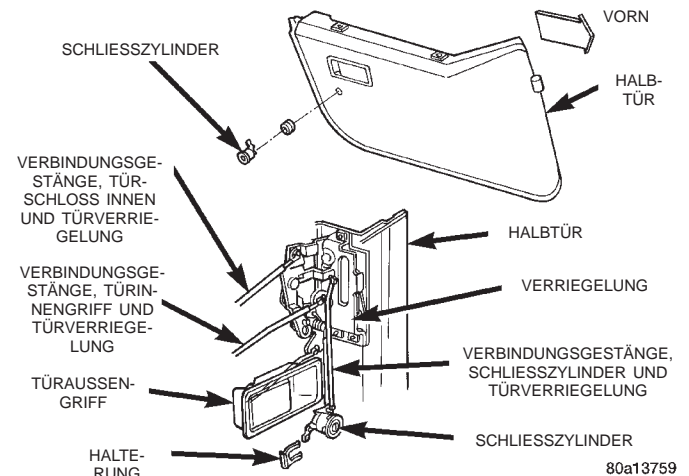
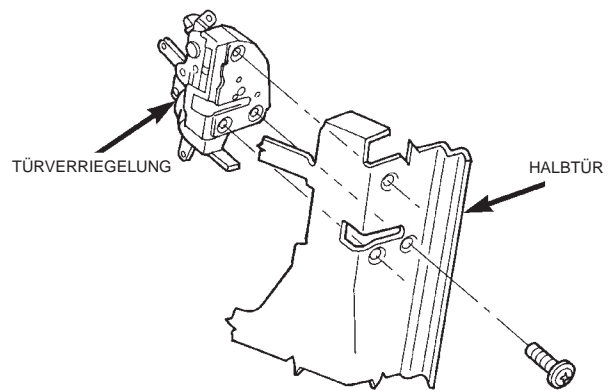

Abb. 36 Halbtür — Verbindungsgestänge der Türverriegelung
Abb. 37 Türverriegelung
(3) Verbindungsgestänge zwischen Schließzylinder und Türverriegelung aushängen (Abb. 36).
(4) Halteclip des Schließzylinders ausrasten.
(5) Schließzylinder aus der Tür ausbauen.
(1) Türverkleidung abbauen.
(2) Verbindungsgestänge zwischen Schließzylinder und Türverriegelung aushängen (Abb. 36).
(3) Verbindungsgestänge zwischen Verriegelungsknopf und Türverriegelung aushängen.
(4) Verbindungsgestänge zwischen Türaußengriff und Türverriegelung aushängen.
(5) Mit einem Hartkunststoffstab oder einem ähnlichen Werkzeug die Türdichtung an der Türverriegelung abhebeln, um die Befestigungsschraube freizulegen, mit der die Türverriegelung an der Tür befestigt ist.
(6) Befestigungsschrauben lösen, mit denen die Türverriegelung an der Tür befestigt ist (Abb. 37).
(7) Verriegelung in der Tür absenken und Verbindungsgestänge zwischen Türinnengriff und Türverriegelung aushängen.
(8) Verriegelung von der Tür abbauen.
(1) Türverriegelung an der Tür ansetzen.
(2) Verbindungsgestänge zwischen Türinnengriff und Türverriegelung einhängen.
(3) Befestigungsschrauben ansetzen und festziehen, mit denen die Türverriegelung an der Tür befestigt ist.
(4) Türdichtung an der Tür anbringen. Nach Bedarf Klebstoff auftragen.
(5) Verbindungsgestänge zwischen Türaußengriff und Türverriegelung einhängen.
(6) Verbindungsgestänge zwischen Verriegelungsknopf und Türverriegelung einhängen.
(7) Verbindungsgestänge zwischen Schließzylinder und Türverriegelung anschließen (Abb. 36).
(8) Türverkleidung anbauen.